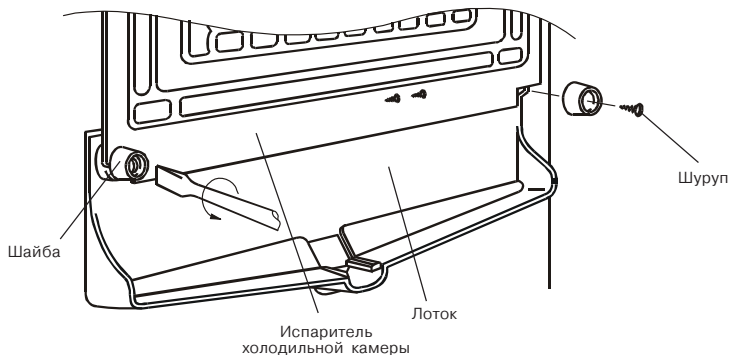

Рис. 32. Демонтаж испарителя и нагревателя оттайки
- ♦ снять шурупы и пластмассовые шайбы, крепящие лепесток к лотку (фланцу внутреннему) (рис. 32);